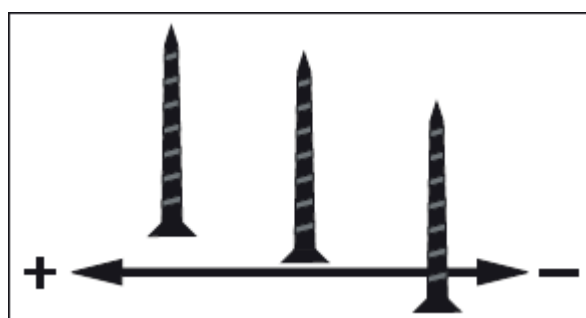

Рис.2
**ВНИМАНИЕ!** Не используйте инструмент с видимыми механическими повреждениями. Не применяйте принадлежности, которые не соответствуют техническим характеристикам данного изделия. Не превышайте указанных максимальных значений диаметров для крепежных изделий. Направление вращения патрона В зависимости от предстоящей работы (закручивания / выкручивания), установите переключатель реверса (3) в необходимое Вам положение. Ограничитель глубины (Рис. 2, 3) В зависимости от типа и толщины материала, в который предстоит заворачивать крепежное изделие, установите ограничителем (5) необходимую глубину заворачивания в соответствии с Рис. 1.
В зависимости от типа и толщины материала, в который предстоит заворачивать крепежное изделие, установите ограничителем (5) необходимую глубину заворачивания в соответствии с Рис. 2 рисунком.